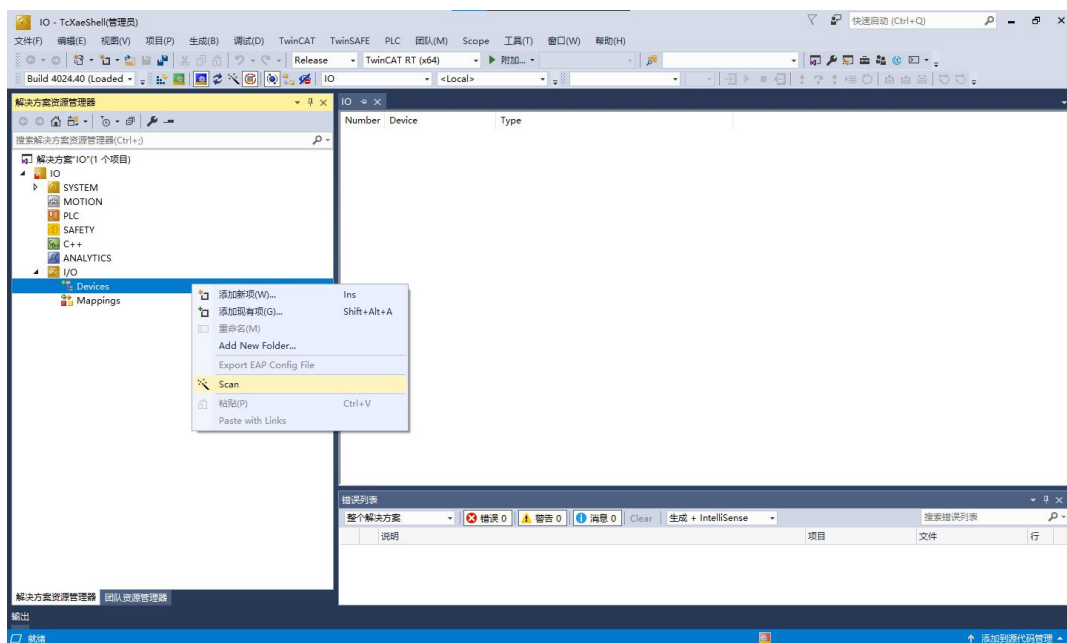

图 4.4 扫描从站设备
(5) 成功创建项目后，将“解决方案资源管理器”窗口的“I/O”展开，右击“Devices”后点击“Scan”扫描设备，如图 4.4 所示。